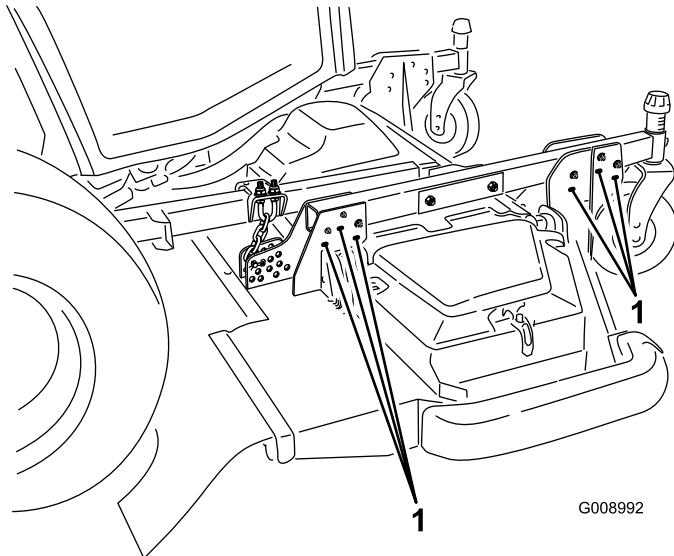

図 26
7. 刈高を 102 – 153 mm にセットするには、デッキハンガーブラケットを刈高キャスターームに固定している取り付けボルトを外し、デッキハンガーブラケットを刈高キャスターームの下穴に付け替える（図 26）。